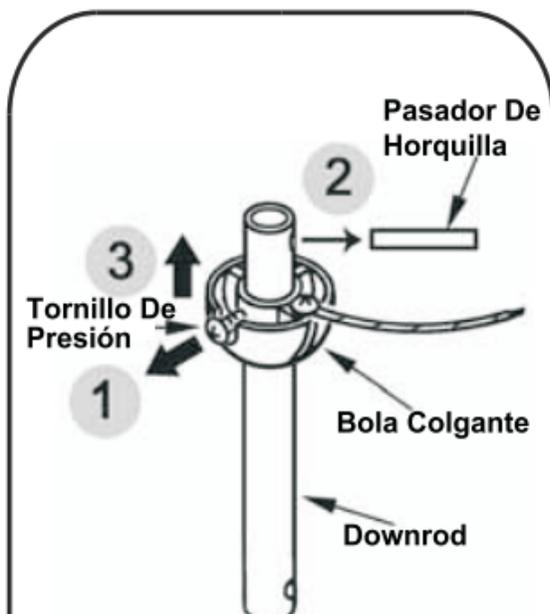

Fig.9
Paso 2: Extraiga la bola colgante de la unidad de la varilla descendente. (Fig. 9)